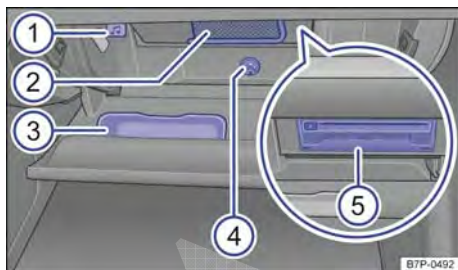

Fig. 192 Porta-objetos aberto no painel de instrumentos.
Legenda para Fig. 192:
No porta-objetos encontra-se um compartimento para unidades de armazenamento de dados externas (por exemplo, MP3-Player) → Fig. 192 ❷ e um porta-óculos ❸.